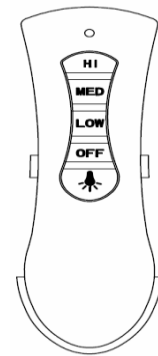

Fig. 13b
3. Faites glisser la télécommande dans le support. (Fig. 13b).